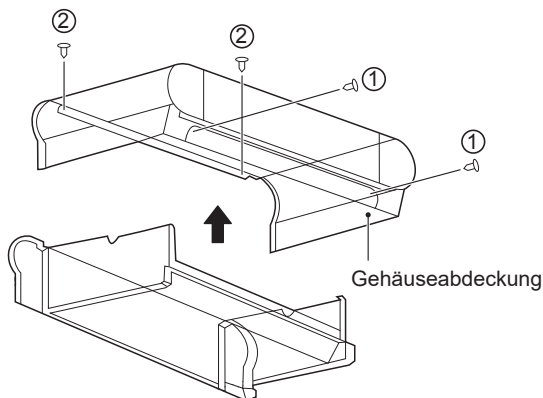

Abb. 4-4 Entfernen der Gehäuseabdeckung
- Wie in Abbildung 4-4 dargestellt, entfernen Sie die jeweils 2 Schrauben ① und ② und dann das Gehäuse.